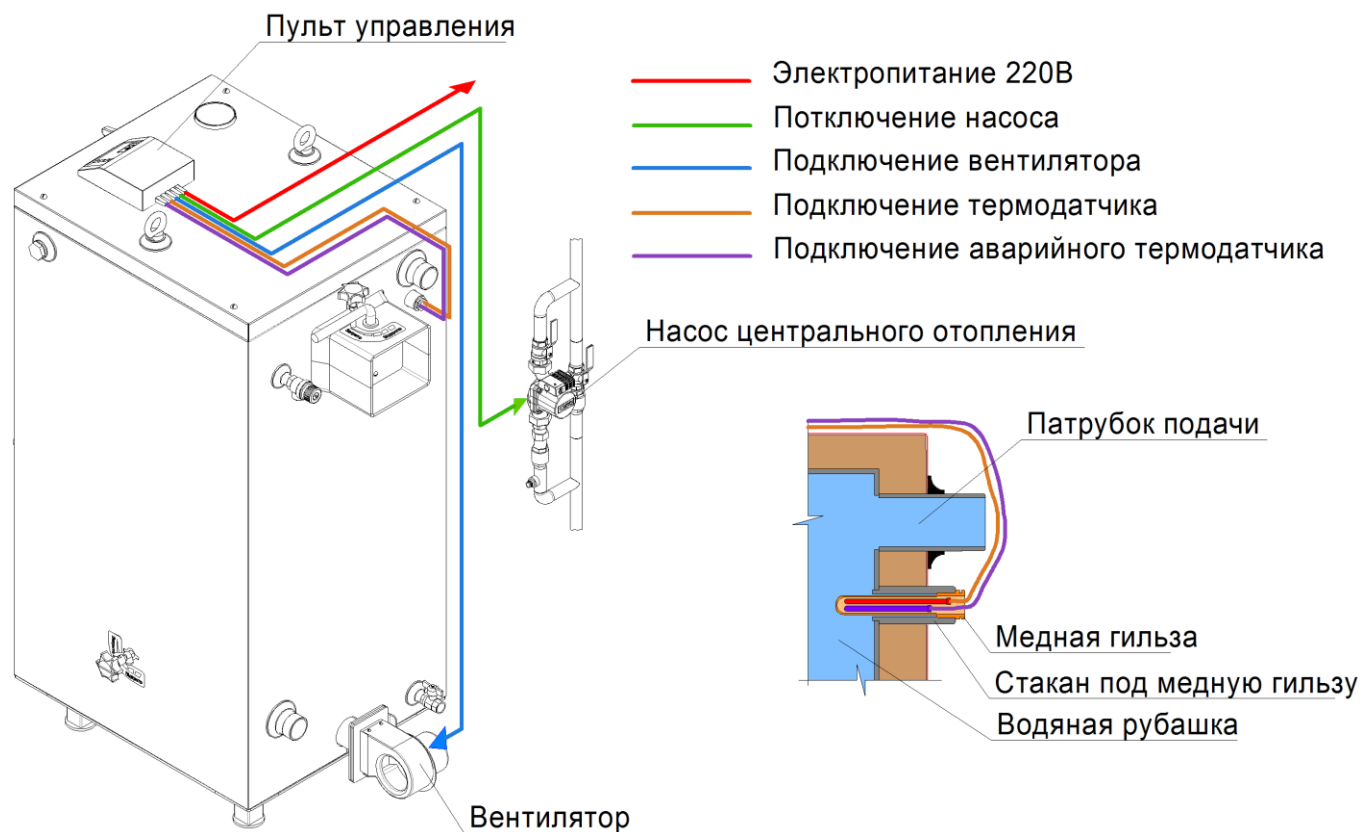
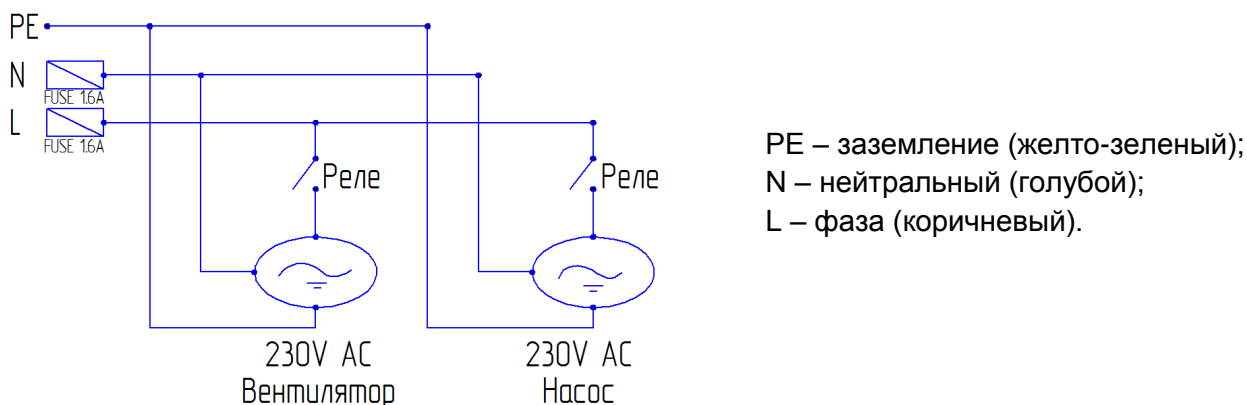
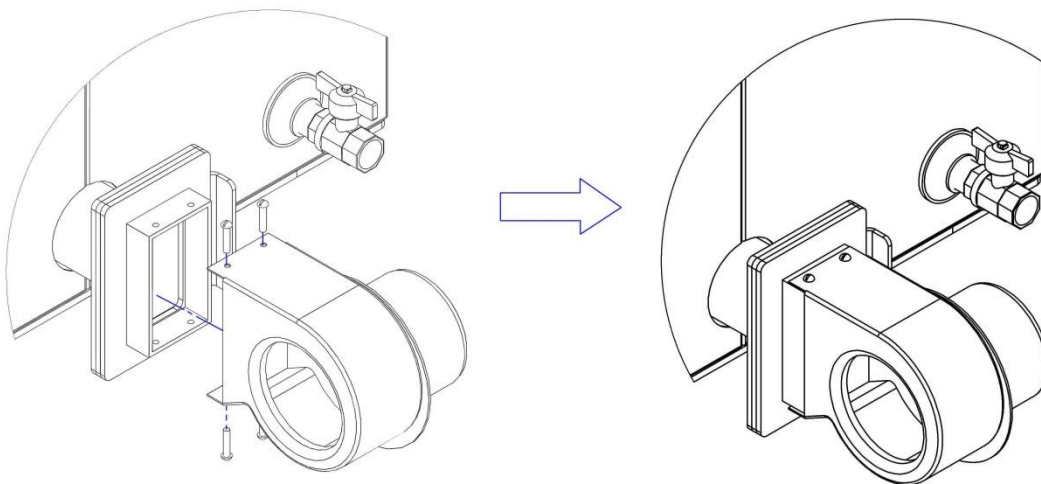

Рис. 10 Подключение пульта управления к котлам «Ретра-5М PLUS» и «Ретра-5М KOMFORT» в ручном (резервном) режиме
Рис. 11 Схема подключения кабелей к пульту управления
Рис. 12 Схема подключения вентилятора
6.3.6.1 Котлы модели «Ретра-5М PLUS» и «Ретра-5М KOMFORT» в ручном (резервном) режиме работают с вентилятором и пультом управления. Схемы подключения пульта управления и монтаж вентилятора показаны на Рис. 10, Рис. 11 и Рис.12 соответственно.
6.3.6.2 Пульт управления (Рис.10) предназначен для управления работой котла центрального отопления, который оборудован вентилятором и насосом циркуляции воды в системе отопления. Он в автоматическом режиме поддерживает заданную температуру с помощью вентилятора.